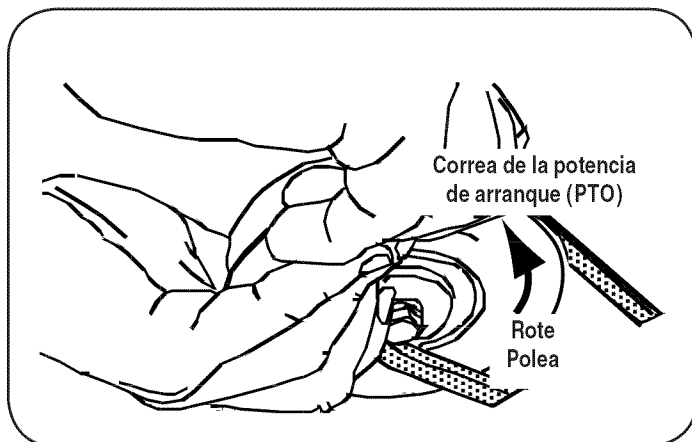

Figura 16
- Tire del lado derecho de la correa y coloque el lado en V angosto de la misma en la polea de la potencia de arranque (PTO). Vea la Figura 16. the PTO pulley.
- Mientras sostiene la correa y la polea juntas, rote la polea hacia la izquierda (Vea la Figura 16). Siga sosteniendo y rotando la polea y la correa hasta que la correa se enrolle totalmente en la polea de la potencia de arranque (PTO).